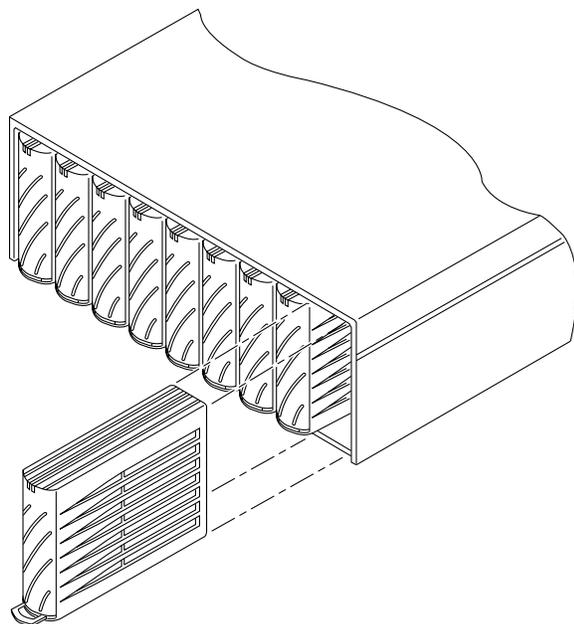

図 5-4 ディスクドライブの取り外し
6. ディスクドライブをアレイから取り外します (図 5-4)。